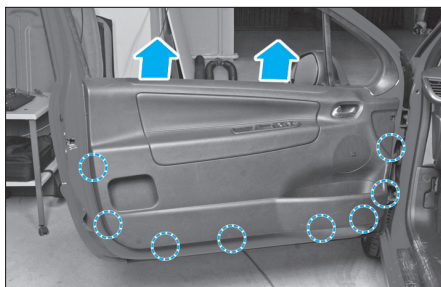

Fig. 58
- A l'aide d'une pince à dégrafer, décliper la garniture de porte (Fig.58).